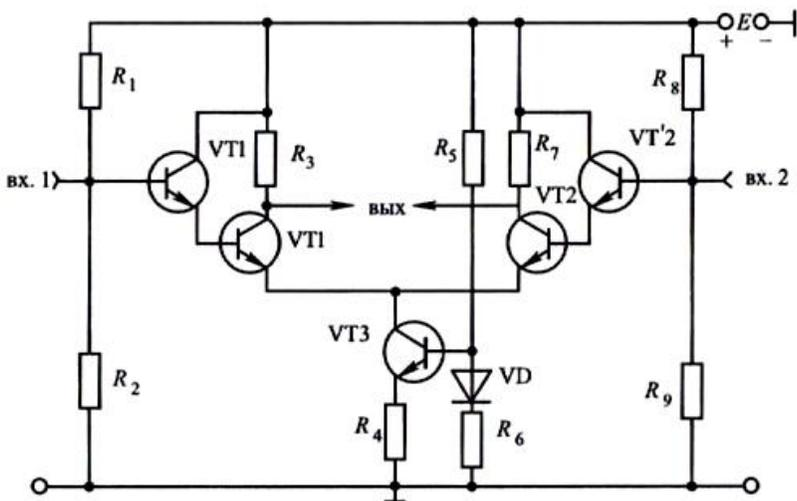

Рис. 95. Вариант 1
4. Для формирования умений: выполнить чертеж электрической принципиальной схемы с обозначением элементов на формате А3 по варианту, предложенному преподавателем (рис. 95–100), заполнить перечень элементов схемы и предоставить их преподавателю в нужном виде отчетности.
5. Выполнить электрическую принципиальную схему, предложенную преподавателем, согласно варианту (рис. 95–100).